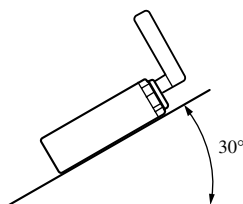

Fig. 9
- L'angle de l'installation, ne doit pas dépasser 30° par rapport à l'horizontale, faute de quoi l'unité ne fournira pas ses performances optimales. (Fig. 9)